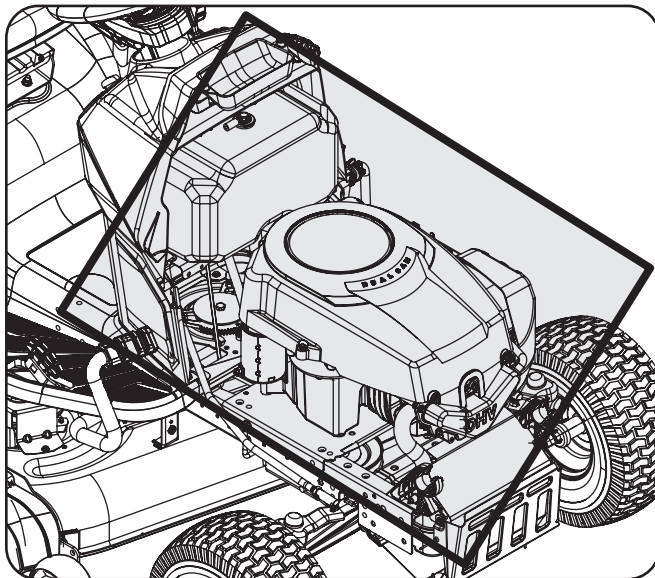

Figure 6-1
- Nettoyez les pièces sous le capot : collecteur d'échappement, autour des fusibles, le câblage électrique et les faisceaux, le tuyau du silencieux, le pare-chaaleur du silencieux, les grilles d'entrée d'air du moteur et les ailettes de refroidissement, entre autres. Voir Figure 6-1.